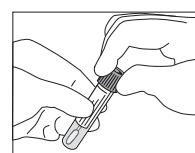

Fig. 3
5. Riposizionare il tappo sulla provetta e chiudere bene (Fig. 3).